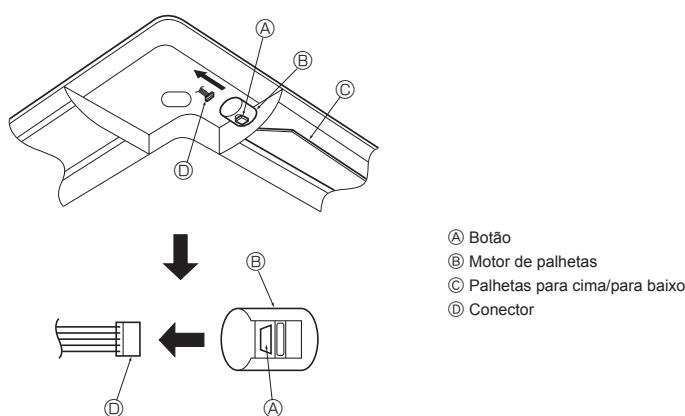

Fig. 8-9
- (A) Fecho (Acessório)
- (B) Tubo de vidro branco
- (C) Conector da unidade principal
- (D) Conector da grelha
- (E) Banda (Acessório)
- (F) Receptor (Para SLZ-KA-VAL(2))
8.4. Bloqueio da direcção do fluxo de ar para cima/para baixo (Fig. 8-9)